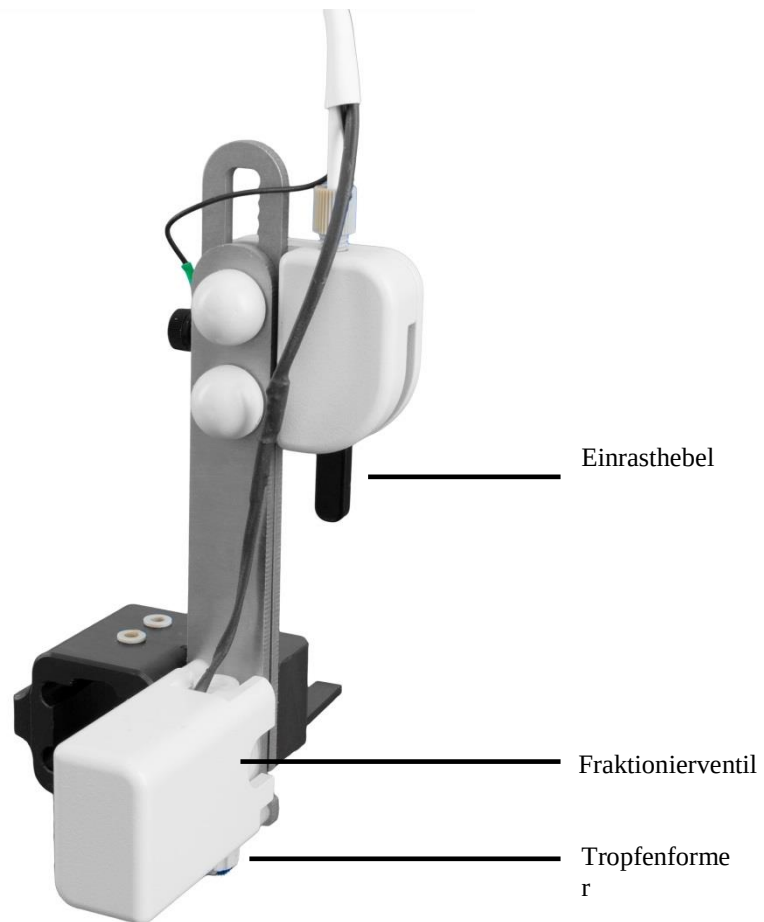

Abb. 25: Fraktionierventil-Einheit mit Tropfenformer
1. Halten Sie die Fraktionierventil-Einheit an dem senkrechten Stahlelement fest und bewegen Sie den Einrasthebel nach oben. Nun lässt sich die gesamte Einheit nach oben und unten verschieben (→ Abb. 25).